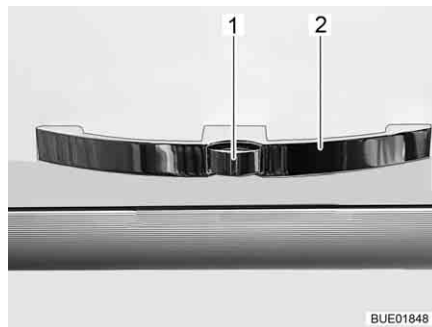
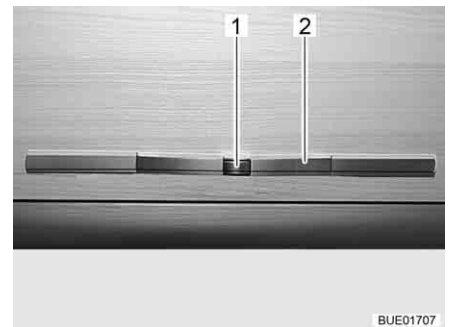

Bild 48 Skåplucka med handtag (exempel)
Bild 49 Skåplucka med handtag (alternativ)
- Tryck på låsknappen (Bild 48,1 eller Bild 49,1) på handtaget (Bild 48,2 eller Bild 49,2) och håll den nedtryckt.